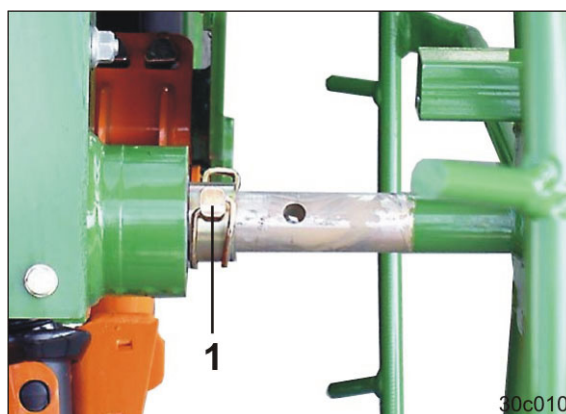

Fig. 146
2. Enficher la roue d'entraînement dans l'entraînement et la bloquer avec une goupille d'arrêt (Fig. 146/1).